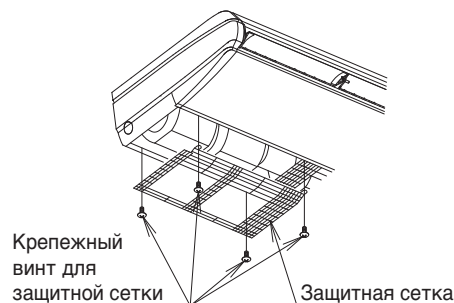
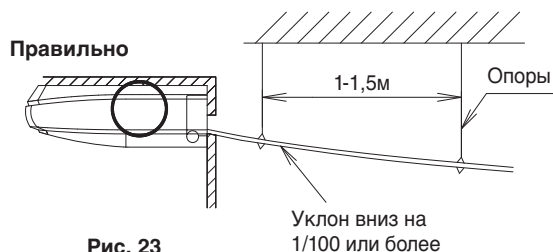

Рис. 22
Рис. 23
После установки сливного шланга (1) (дополнительная принадлежность) подсоедините защитную решетку, выполнив действия в обратном порядке. (См. рис. 22)
- Диаметр трубопровода должен быть равным или превышать диаметр сливного шланга (1) (дополнительная принадлежность) (ПВХ-патрубок с номинальным диаметром 20 мм и внешним диаметром 26 мм).
- Установите самый короткий сливной трубопровод, насколько это возможно, с уклоном в 1/100 или более во избежание его закупоривания воздухом. (См. рис. 23 и 24.)
- Установите подвески на расстоянии от 1 до 1,5 м так, чтобы трубопровод не отклонялся. (См. рис. 23)